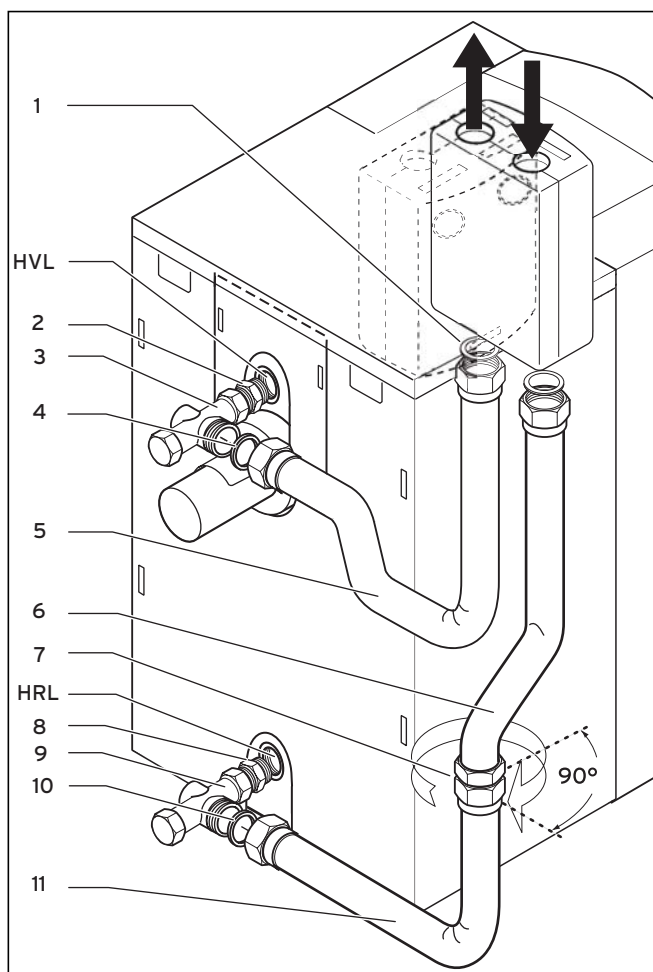
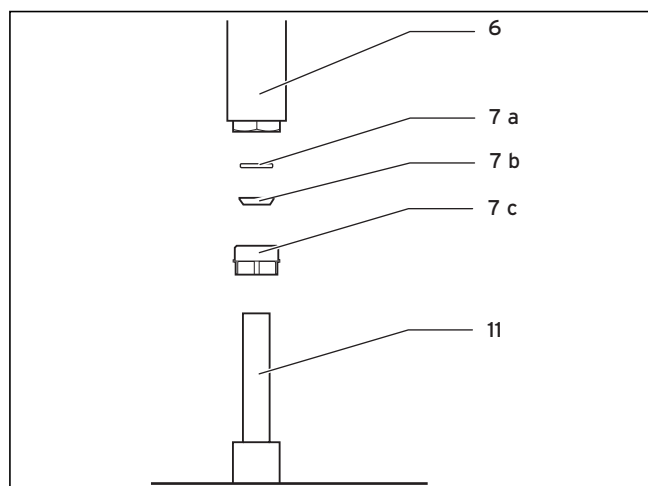

Abb. 2.1 Montage der Kesselanschlussverrohrung
Abb. 2.2 Montage der Klemmverbindung (7)
- Überprüfen Sie vor der Montage anhand der Tab. 2.1, Abb. 2.1 und Abb. 2.2 das Zubehör auf Vollständigkeit.
- Schieben Sie den Klemmnippel (7 c), Klemmring (7 b) und O-Ring (7 a) über das freie Rohrende des Rücklaufrohres 2 (11, Abb. 2.2).
- Stecken Sie das Rücklaufrohr 1 (6) und das Rücklaufrohr 2 (11) zusammen.
- Montieren Sie handfest das Vorlaufrohr (5) und das Rücklaufrohr (6, 11) an den Anschlussstücken (3, 9) und richten Sie diese aus.